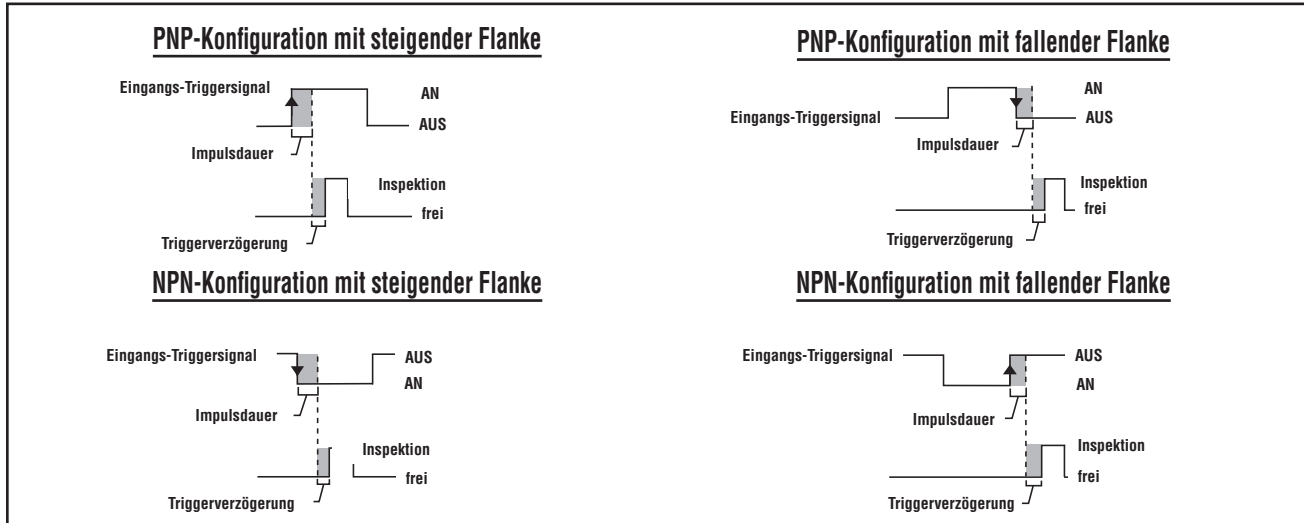

Abbildung 3-4. PNP- und NPN-Triggereingangssignale mit steigender und fallender Flanke
- Der Sensor kann so eingestellt werden, dass er entweder auf die vordere oder hintere Kante des Triggerimpulses reagiert (siehe Abbildung 3-4).